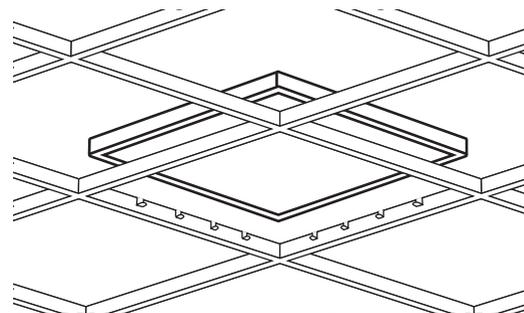
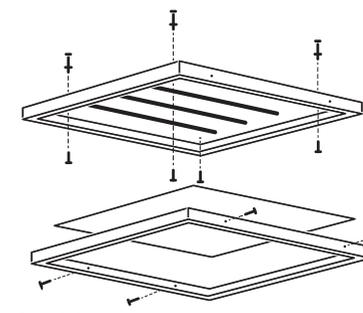

Рис. 1 Схема монтажа в потолок Грильято светильника PPL 588/G
Рис. 2 Схема накладного монтажа светильника PPL 588/G
1.6 Светильник предназначен для встраиваемого монтажа в потолки типа «Грильято» (см. рис. 1), а также на любые ровные поверхности накладным способом (см. рис. 2).
- 8.2 **Встраиваемый монтаж** в потолок типа «Грильято» производить согласно Рис.1
- 8.3 **Накладной монтаж** производить согласно Рис.2